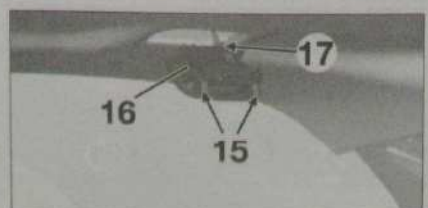

Fig. 70
- A l'aide d'un tournevis plat et fin, dégrafer les ressorts de maintien (15) (Fig.70).
- Extraire l'éclaireur (16) et débrancher le connecteur (17).